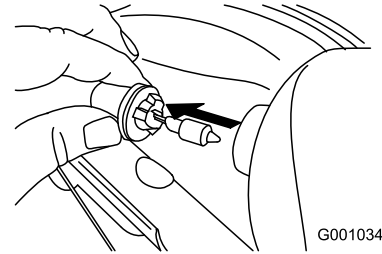

Bild 55
3. Nehmen Sie die Glühbirne hinten am Scheinwerfer gerade heraus (Bild 55).